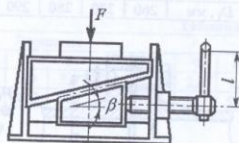

Рис. 43
7. У винтового клинчатого домкрата (рис. 43) рассчитать винт и гайку, а также определить длину рукоятки и общий к.п.д. при условии, что усилие рабочего на рукоятку $F_r = 0,25$ кН, угол наклона клиньев $\beta = \pi/24$. Материалы, коэффициент трения в резьбе и коэффициенты трения клина о клин и о направляющие рамы выбрать самостоятельно. Вес поднимаемого груза F задан в табл. 43.